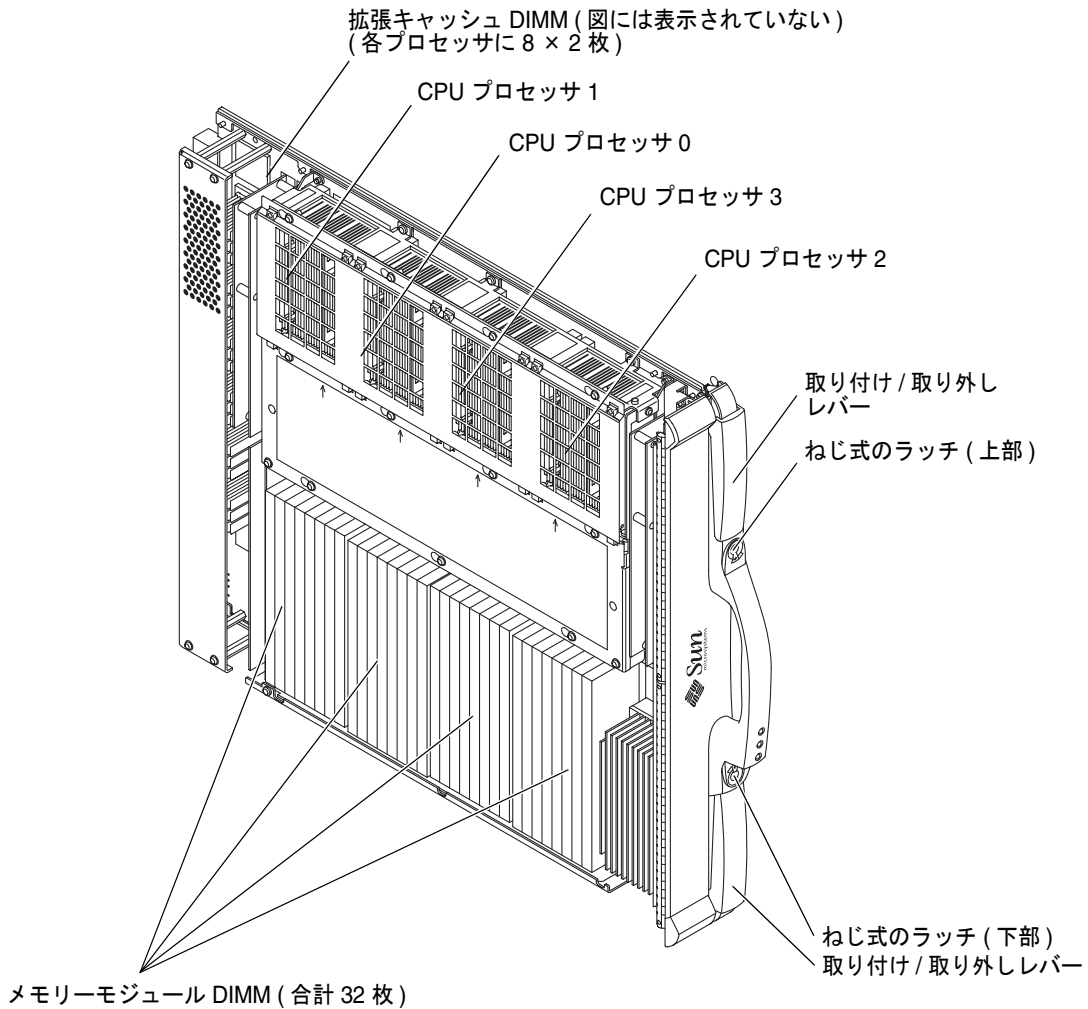

図 8-2 CPU ボードのコンポーネント
2. プラスのねじ回し (Phillips の 1 番) を上部および下部のねじ式のラッチに挿入し、反時計方向に回してレバーを外し、ボードキャリアの 2 つの取り付け/取り外しレバーを同時に操作します (図 8-2)。
CPU ボードのコンポーネントの詳細は、図 8-2 を参照してください。